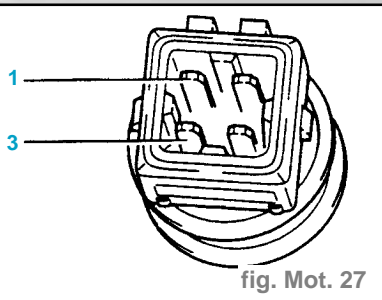

fig. Mot. 27
- Contrôler la résistance entre les contacts **1** (masse) et **3** (signal) du transmetteur de température de liquide de refroidissement (fig. Mot. 27).